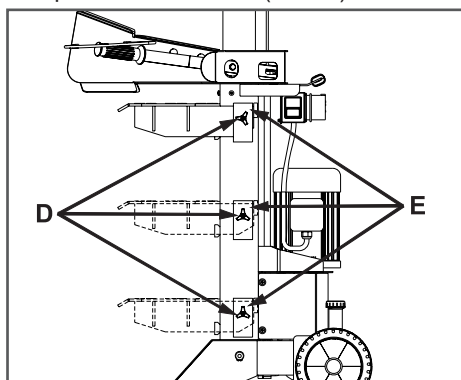

Рис. 5 Установка кронштейнов
5. Установить стол в кронштейны E и закрепить болтами D (Рис. 5).
9. Установите стол в необходимое положение в соответствии с Рис. 5 и надежно закрепите кронштейны болтами.